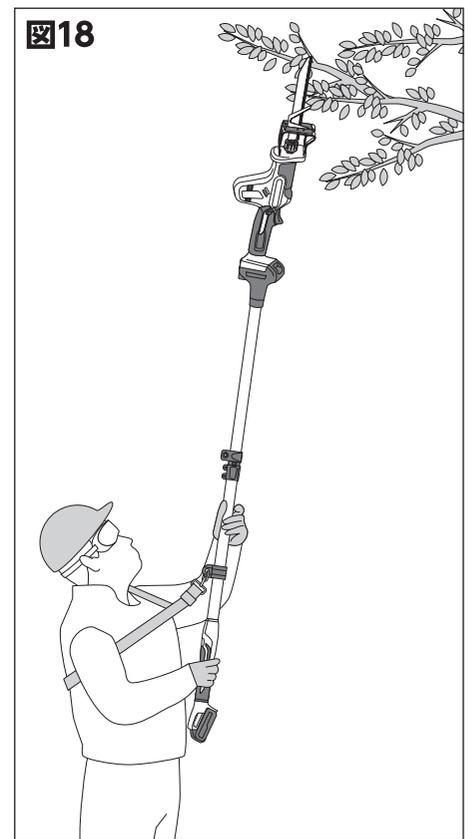

図18
- ① 本体と伸縮ポールが安全金具で正しく取付けられているかご確認ください。
- ② 枝切刃が確実に取付けられているかご確認ください。
- ③ 切断する枝の下に入り、伸縮ポールを取付けた本体をまっすぐ上に持ち上げます。(図18)